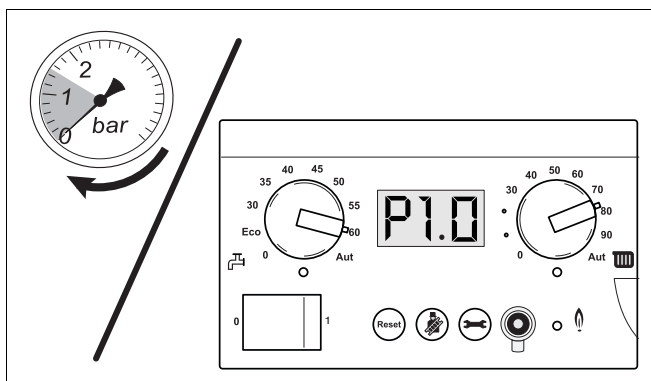

Рис. 68 Считывание показаний манометра
- Считайте показания значения давления с аналогового манометра на группе подключения или на панели управления BC10 (рис. 68).
- Повторно проверить давления в системе по показаниям аналогового манометра или на дисплее ВС10 (рис. 68). Если давление составляет менее 1,0 бара, вышеописанную процедуру наполнения системы и удаления воздуха необходимо повторять до тех пор, пока не будет достигнуто желаемое давление и в отопительной установке не останется воздуха.